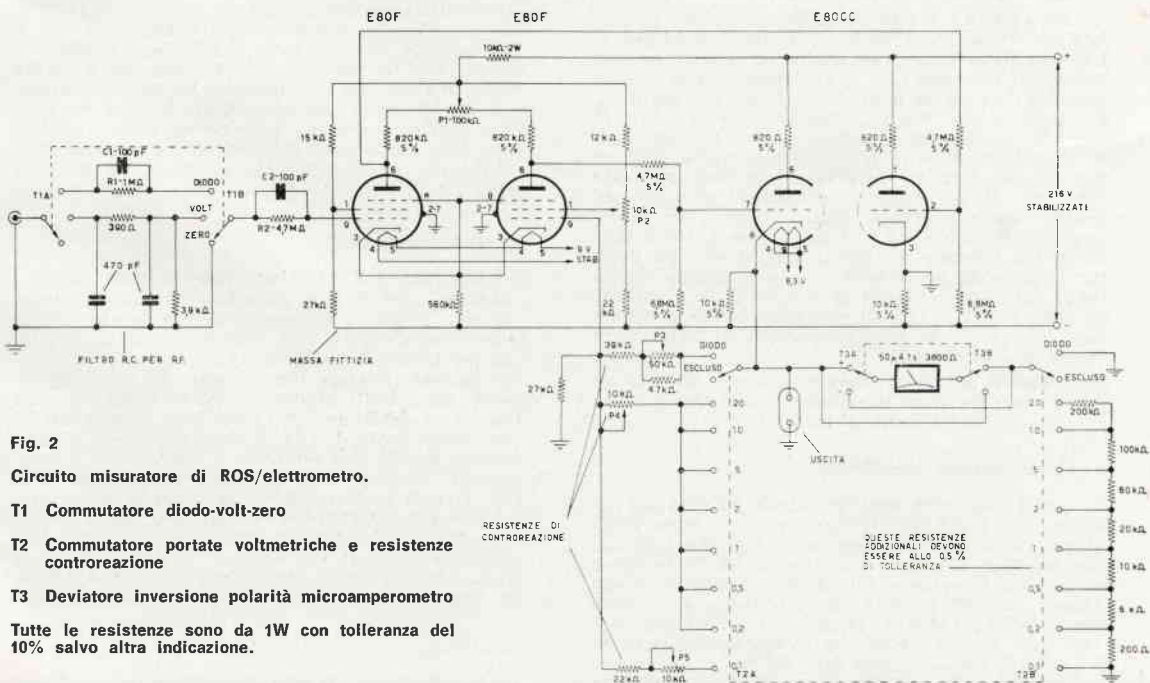

Fig. 2
Il circuito, completo in ogni suo dettaglio, è illustrato in fig. 2 (circuito di ingresso, di uscita e di amplificazione) e in fig. 3 (circuito di alimentazione e di stabilizzazione). Procedendo dall'ingresso all'uscita consideriamo le seguenti parti:
Comprende una commutazione di funzione per adattare lo strumento all'impiego desiderato e un gruppo di filtri (T1 - fig. 2). Quando il misuratore viene impiegato come misuratore di R.O.S. (posizione « diodo ») viene inserito un filtro RC passa basso formato dalla resistenza da 390 Ω e da due condensatori da 470 pF (fig. 2), avente la sopracitata funzione di arresto per la radio frequenza. Come misuratore di R.O.S. l'impedenza di ingresso è di 4.300 Ω per adattare la bassa impedenza del diodo (1N23B) impiegata nella linea fessurata coassiale.
Quando il misuratore viene impiegato come elettrometro (posizione « volt ») la sua impedenza di ingresso diventa superiore a 10.000 M Ω (per 1 V f.s.) e i due gruppi R1C1 ed R2C2 (fig. 2) hanno la funzione di impedire eventuali autooscillazioni.
tramite le corrispondenti griglie. Uno di questi due catodi è collegato direttamente a massa mentre sull'altro fanno capo il circuito di uscita e quello di controreazione (fig. 2). Pertanto la tensione amplificata presente sul catodo in parte viene mandata direttamente all'uscita e in parte viene portata nell'amplificatore tramite la griglia g1 della seconda E80F, realizzando la controreazione. La controreazione stessa è tanto più forte quanto più grande è la frazione di tensione amplificata riportata nell'amplificatore e perciò tanto più piccola è la resistenza interposta tra il catodo della prima sezione della E80CC e la griglia
g1 della seconda E80F (fig. 2). Il guadagno dell'amplificatore viene pertanto variato regolando il valore della suddetta resistenza (potenziometri P3, P4, P5). Il potenziometro P3 è posto sul pannello frontale e viene inserito nella posizione « diodo » (commutatore T2 - fig. 2) cioè quando lo strumento viene utilizzato come misuratore di R.O.S. e ha la funzione di variarne la sensibilità in modo fine (da 60 mV a 85 mV). Come già detto nella precedente pubblicazione (C.D. 6-65), la regolazione fine della sensibilità permette una facile messa a fondo scala del microamperometro indicatore quando la sonda della linea coassiale fessurata è stata messa su un massimo di tensione a radio frequenza.
I potenziometri P4 e P5, posti sul pannello posteriore, hanno la funzione di tarare le portate voltmetriche di 0,1 V e 0,2 V - 20 V rispettivamente e vengono inseriti nella posizione « volt » (commutatore T2 - fig. 2). La loro regolazione deve essere quindi semifissa.
bilità dell'amplificatore e contribuisce a utilizzarne l'impiego anche per tensioni di ingresso (da misurare) relativamente alte (20 V). La possibilità di leggere direttamente tensioni di questa entità è data inoltre dal fatto che tutti i punti « freddi » di ritorno dei circuiti di griglia, di placca e di catodo uniti fra loro e collegati al negativo dell'alimentatore stabilizzato che dà 216 V, non sono collegati direttamente a massa. Questa massa « fittizia » (fig. 2) è infatti « sospesa » rispetto alla massa « effettiva » per una tensione di 54 V.
(*) La tensione in ingresso viene inserita tra la griglia g della prima E80F e la massa « effettiva ». Analogamente la tensione in uscita, cioè quella che va al microamperometro tramite le resistenze addizionali, viene misurata tra il catodo della prima sezione triodo della E80CC e la massa « effettiva » (fig. 2).
Il circuito di uscita è formato da un circuito di lettura delle tensioni presenti sul catodo della prima sezione della E80CC e da un circuito che regola automaticamente la contoreazione necessaria per avere l'amplificazione desiderata, come descritto più avanti, a seconda del fondo scala (fig. 2).
Il microamperometro collegato in modo da invertirne rapidamente la polarità ha le seguenti caratteristiche: resistenza bobina mobile 3.800 Ω , 50 μA e 190 mV f.s. Tra il catodo « sospeso » della E80CC e la massa « effettiva » è predisposta un'uscita (fig. 2) per altri strumenti sulle cui caratteristiche si è già parlato. Al fine di chiarire il principio di funzionamento del circuito di uscita esaminiamo ora a una a una le varie posizioni del commutatore T2 (fig. 2).
C) posizione 0,2 V - 20 V. La contoreazione è regolata da P4 (fig. 2) in modo da avere un guadagno 1. L'amplificatore riporta in uscita lo stesso segnale inviato in ingresso con la sola particolarità che in ingresso l'impedenza è altissima (10.000 M Ω per il f.s. 1 V) mentre in uscita l'impedenza è all'incirca di 1.000 Ω . La funzione assoluta è quella del trasduttore di impedenza. In serie al microamperometro vengono poste quindi resistenze addizionali inseribili mediante T2B (fig. 2) per leggere le tensioni presenti sul catodo « sospeso » della E80CC. Usando un microamperometro (da 50 μA f.s.) con bobina mobile avente resistenza inferiore a 3.800 Ω vale quanto già detto per il punto A. Se la resistenza della bobina mobile fosse compresa tra 3.800 Ω e 4.000 Ω la resistenza da 200 Ω di T2B (fig. 2) dovrebbe venire sostituita con un'altra il cui valore sommato a quello della bobina mobile dia 4.000 Ω .